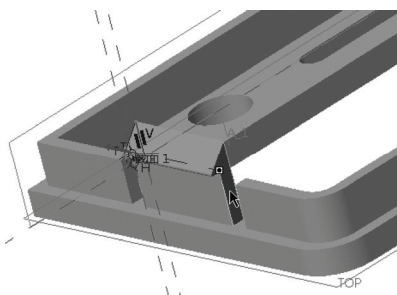

图 12-45 选择要拉伸到的面
5) 在“拉伸”选项卡的深度选项下拉列表框中选择  (到选定项) 图标选项, 在模型中选择图 12-45 所示的实体面。